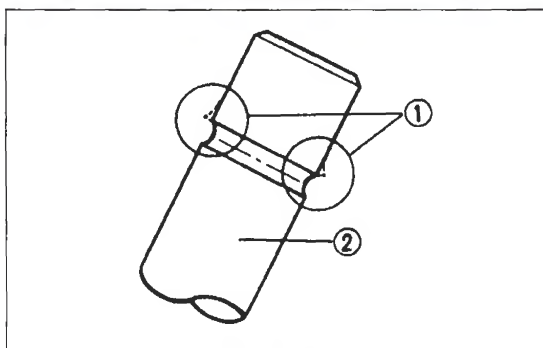

Bild 114
-  Schlag der Ventilschäfte wie in Bild 114 gezeigt messen; maximal zulässiger Schlag 0,01 mm.